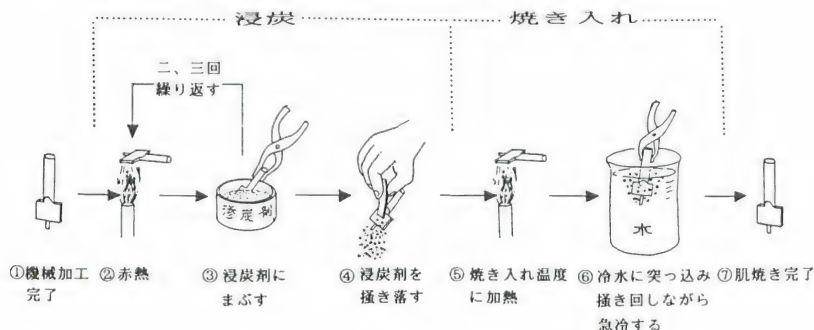

図22-12
図22-12は全工程の図解です。加熱道具はすべて前と同じです。図中の番号を追って説明します。①機械加工が終わった刃物は(なまの間に)切れ刃を十分に仕上げて完成した形にします。次に浸炭ですが、浸炭剤はくっつきにくい粉末なので②工具を赤く加熱して③浸炭剤に突っこんでまぶします。特に刃物の切れ刃や鋭いエッジにはつきにくいので、②③を二三回繰返してコッテリとつけないと失敗します。加熱の際、バーナーの強い^{はのお}焰をいきなりあてると浸炭剤が吹き飛ばされますから最初は静かに加熱し、浸炭剤が融けてガラス状になったら強くします。赤熱温度で保持する間に炭素がしみこむのですが、その深さは保持時間に比例します。小工具でも赤熱時間の合計が最低15分ぐらいは必要です。